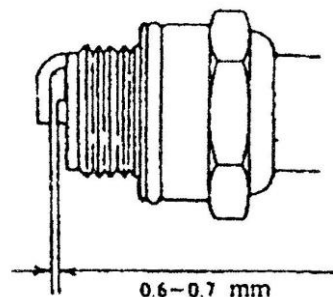

Fig. 16
(1) Po codziennej pracy umyj filtr powietrza, bo jeśli chemikalia przylepią się do gąbki zmniejszy się moc silnika. Zwracaj na to szczególną uwagę!
(2) Po umyciu gąbki benzyną należy nałożyć ją z powrotem.
(3) Prawidłowa szczelina między elektrodami świecy powinna wynosić 0.6-0.7mm, sprawdzaj ją często, jeśli jest zbyt duża lub zbyt mała, popraw – jak pokazano na rys.16 .